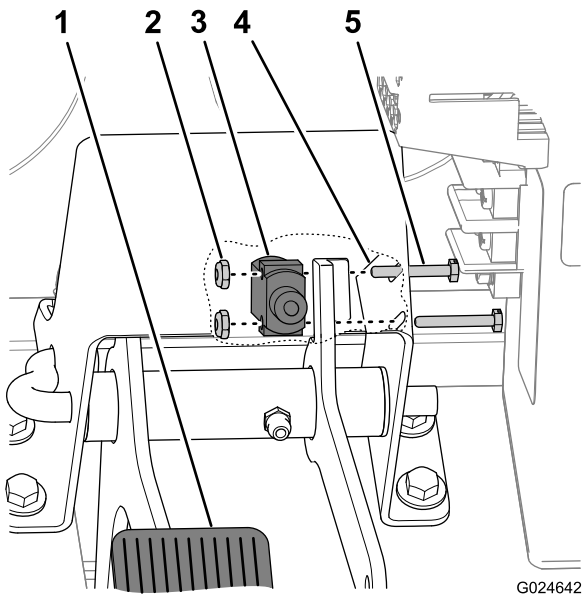

Figura 45
1. Allineate il contattore del ruttore alla facciata interna della flangia destra della staffa del pedale dell'acceleratore con il cablaggio preassemblato del contattore rivolto in avanti (Figura 45).
2. Allineate i fori di montaggio nel contattore del ruttore con l'estremità rivolta in avanti dei fori nella staffa del pedale dell'acceleratore (Figura 45).